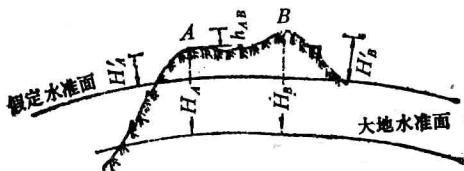

图 1-17 绝对高程和相对高程
(1) 绝对标高：以平均海平面作为高度起算面，地面上的点相对于平均海平面的高度即为绝对标高（绝对高程）。如图1-17中A、B两点的绝对标高为H_A和H_B。
(2) 相对标高：当用假定的水平面作为高度起算面，地面上的点相对于假定水平面的高度叫做相对标高（即相对高程）。如图1-17中的H_{A'}、H_{B'}。
地面上两点高程之差叫做高差。如图1-17中A、B两点的高差为：